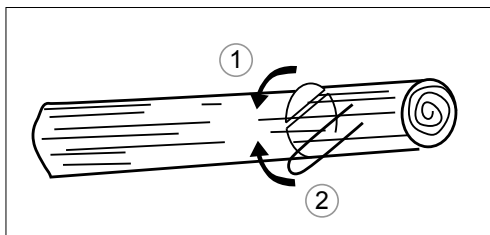

Рис. 16
3. В случае когда ствол находится на опорах с двух концов, сначала пропилите сверху на 1/3 диаметра ствола, чтобы избежать раскалывания. После этого закончите срез снизу так, чтобы он совпал с первым срезом, избегая заклинивания (рис. 16).